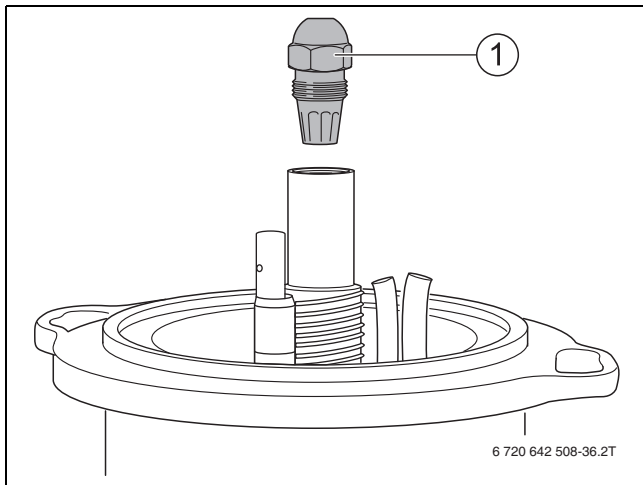

Bild 36 Düse abschrauben
- Düse abschrauben (→ Bild 36, Seite 23).